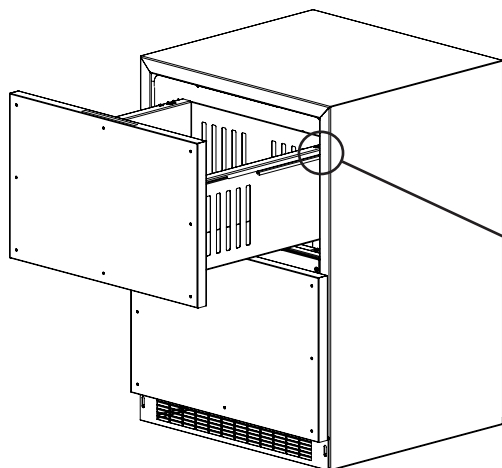
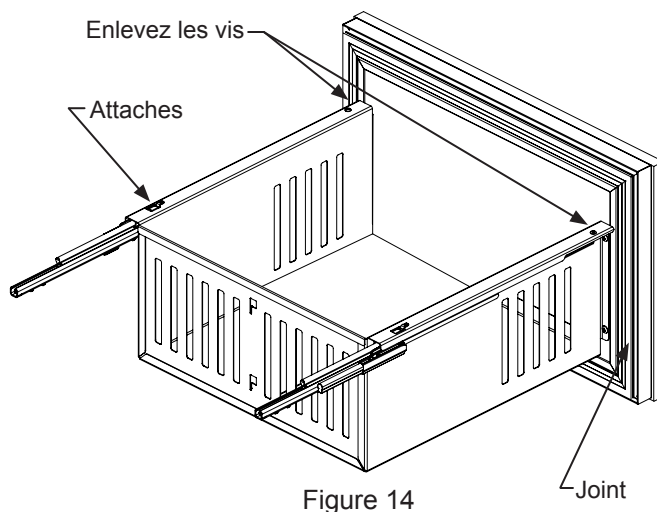
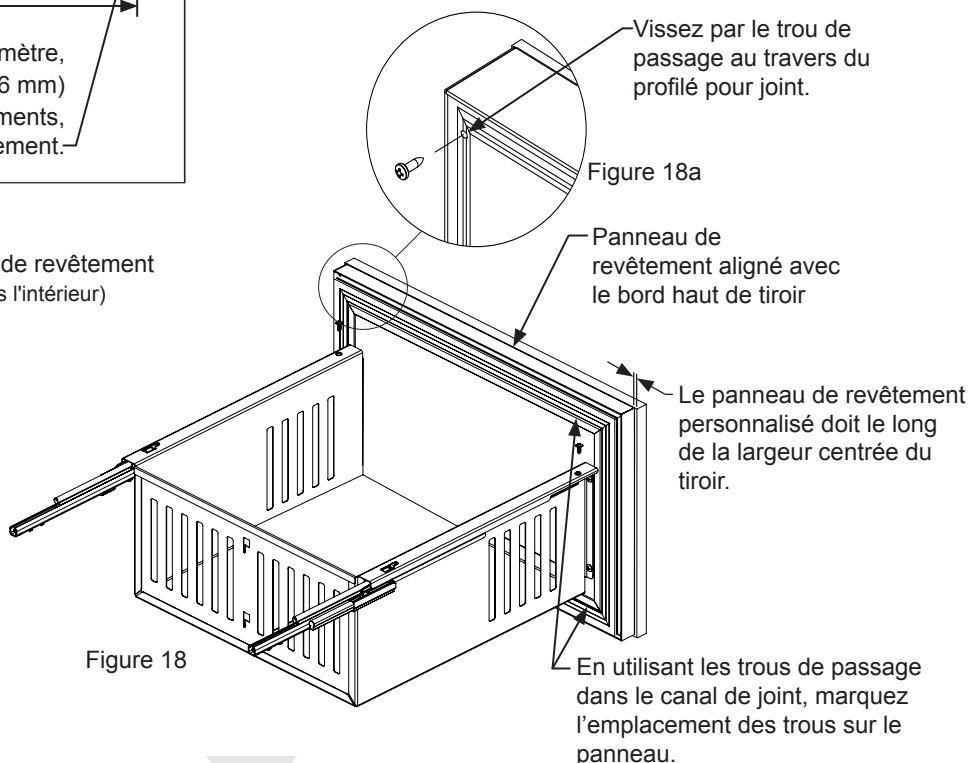

Figure 13
Figure 14
Figure 18
1. Commencez par tirer le tiroir du haut (Voyez la Figure 13). Enlevez les vis fixant le tiroir aux glissières (Voyez la Figure 14). Tirez le tiroir vers l'avant, faites-le pivoter vers le haut en le sortant pour dégager les attaches à l'arrière du tiroir. Déplacez le tiroir vers l'avant d'environ 1" (2,5 cm) et posez-le sur les glissières. À l'angle arrière droit du tiroir débranchez le faisceau de fils d'éclairage (Voyez la Figure 13a). Sortez le tiroir du meuble en le soulevant hors des glissières. Recommencez la séquence pour le tiroir du bas en omettant les instructions sur le faisceau car il n'en comporte pas.
2. Retirez le séparateur de tiroir du tiroir du haut et enlevez le joint de l'avant du tiroir. (Voyez la Figure 14). Pour cela sortez-le du canal qui le retient sur l'avant du tiroir. Cela va exposer les trous de traversée pour le montage du panneau de revêtement (Voyez la Figure 18).
1. Placez le panneau de revêtement sur la face avant du tiroir et alignez les bords (Voyez la Figure 18 ci-dessous). Le panneau de revêtement personnalisé doit arriver au même niveau que le haut du tiroir, et le long de la largeur centrée du tiroir. Maintenez le panneau en position et marquez l'emplacement des avant-trous. Récupérez la taille requise des avant-trous dans le Tableau A ci-dessous, et percez-les en vous assurant de ne pas traverser complètement le panneau de revêtement.